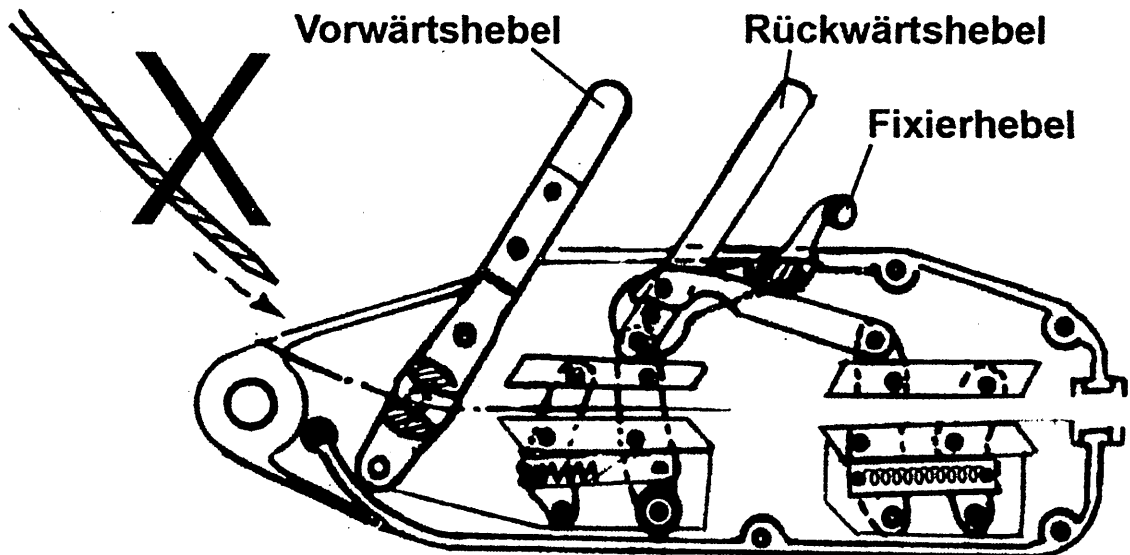

Abbildung 2
**Achtung:** Niemals das Seil von der Ankerseite her einführen, da es ansonsten nicht richtig festklemmt (Siehe Abb.2)